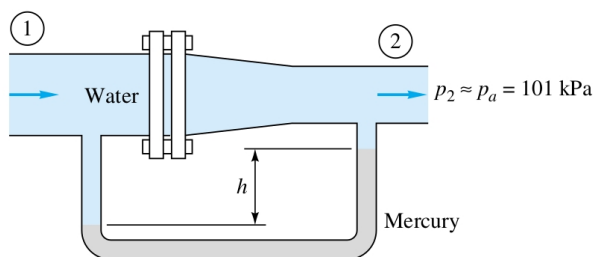

Figura 13: Escoamento em tubo.
**Exercício 13.** Para a seção de redução do escoamento em um tubo (figura 13),  $D_1 = 8 \text{ cm}$ ,  $D_2 = 5 \text{ cm}$  e  $p_2 = 1 \text{ atm}$ . Se  $V_1 = 5 \text{ m/s}$  e a leitura do manômetro é  $h = 58 \text{ cm}$ , estime a força total resistida pelos parafusos da flange. **Resposta:**  $163 \text{ N}$ .